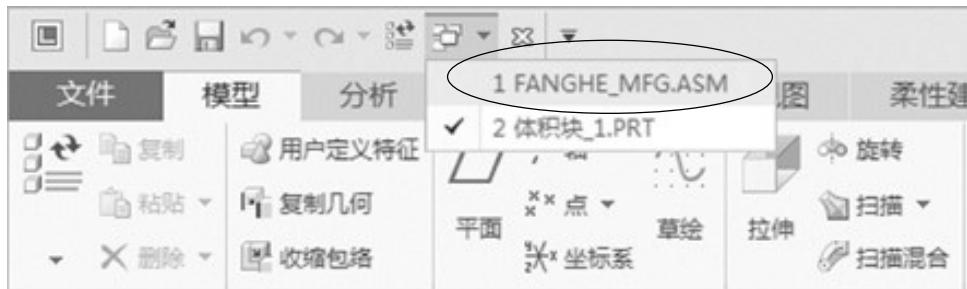

图1-51 选择“FANGHE_MFG.ASM”
Step 05 在屏幕上方单击“窗口”按钮，再选择“FANGHE_MFG.ASM”，如图1-51所示，打开“FANGHE_MFG.ASM”分模图。